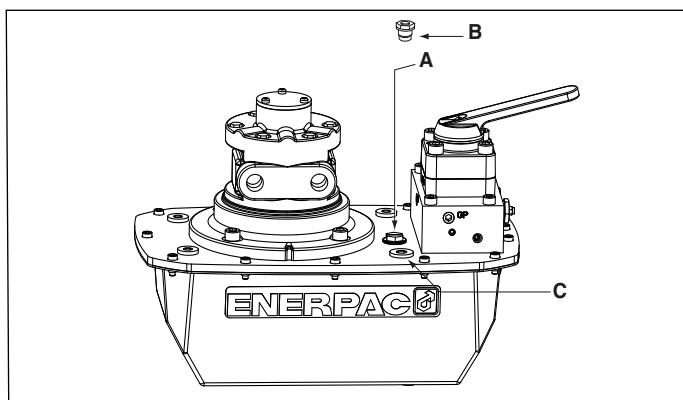

Figura 2, Instalação do Respiro ZA4
4.1 Tampa de Respiro do Reservatório (ver Figura 2)
Verifique o nível de óleo da bomba antes do início da operação e adicione, se necessário, removendo a tampa do bujão de abastecimento. Certifique-se sempre que os cilindros estão totalmente retraídos antes de adicionar óleo no reservatório. Ver Figura 2.